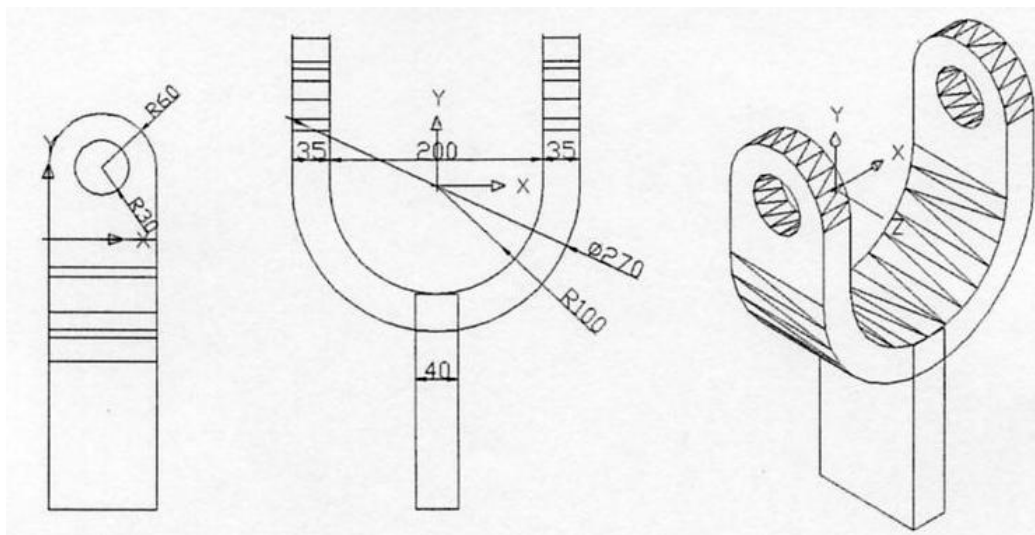
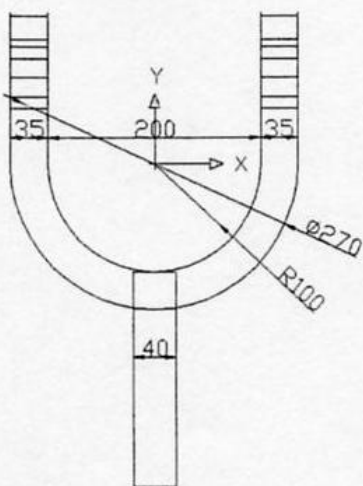
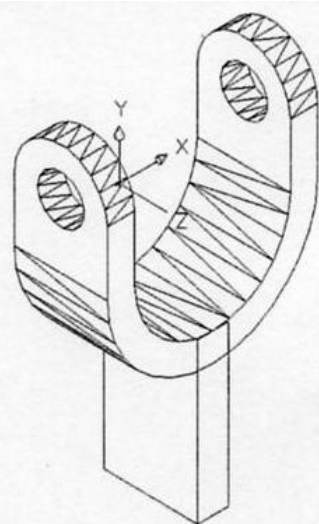

图 11-52 左视图
图 11-53 主视图
图 11-54 西南等轴测图
2、按照图 11-52、图 11-53、图 11-54 所示的示意图绘制连轴器。